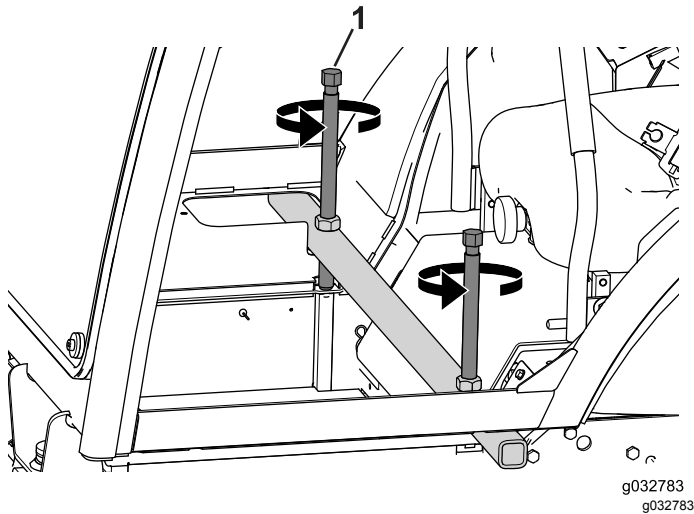

Bild 70
1. Drehen Sie die Hubschrauben abwechselnd um ein paar Umdrehungen, um das Heck der Kabine auf die Maschine abzusenken (**Bild 70**).